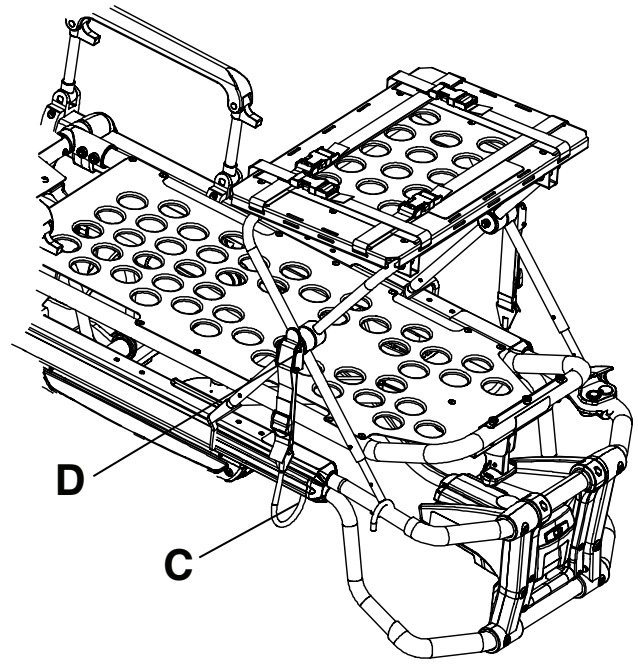
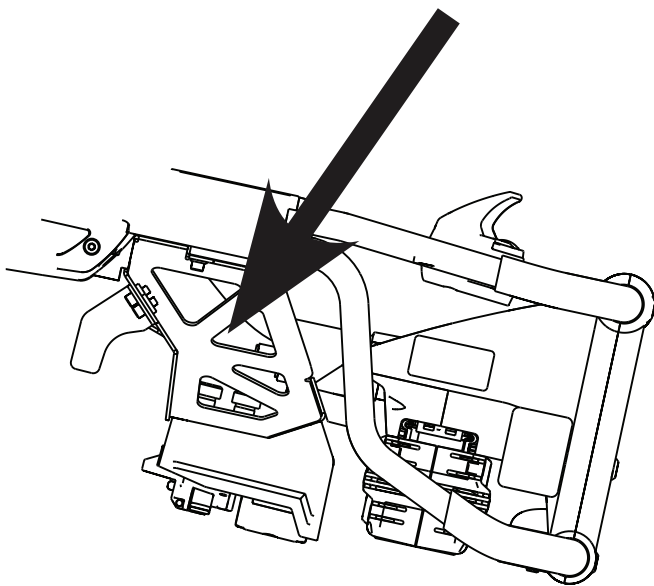

Figura 27 – Posizionamento del gancio di blocco (mostrato nel modello 6506)
Figura 28 – Linguetta (mostrata nel modello 6506)
6. Posizionare il gancio di blocco (C) sotto il telaio del lettino o il dispositivo di ancoraggio al lato piedi e spingere la linguetta (D) verso l'alto fino a bloccarla in posizione su un lato e ad avvertire uno scatto (Figura 27). Ripetere la procedura dall'altro lato. Per le barelle compatibili con il sistema **Power-LOAD**, se fornito in dotazione, le cinghie dovranno essere allungate e applicate al dispositivo di ancoraggio al lato piedi (Figura 28).